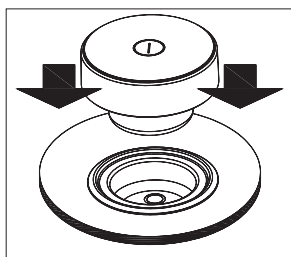

Abb. 3
- 1 Den Knopf (2) in sein Arbeitsgehäuse einsetzen (siehe Abbildung 3).
- 2 Berühren Sie die Taste On (1) mindestens eine Sekunde lang. Der Berührungsschalter wird aktiv und sichtbar, und der externe Ring leuchtet. Wenn eine Kochzone heiß ist, wird in der Betriebsanzeige (4) ein H angezeigt.